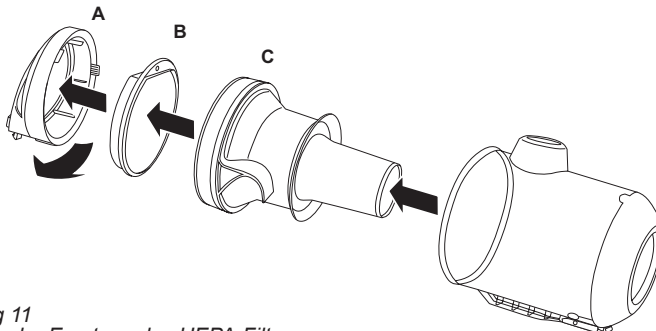

Abbildung 11
4. Lassen Sie die Bodenklappe aufklappen, indem Sie auf die Taste im Griff drücken (siehe Abbildung 11).
2. Drehen Sie den den deckel vom Staubauffangbehälter. (A)
3. Drehen Sie den ersten Filter vom Staubauffangbehälter. (B)
4. Drehen Sie den zweiten Filter aus dem Staubsauger. (C)
⚠ Achtung: Arretieren Sie beim Filtereinsetzen nicht den zweiten filter (C) (Siehe Abbildung 11). Die Arretierung erfolgt zusammen mit dem arretierung des Filterdeckels (A) (Siehe Abbildung 11).